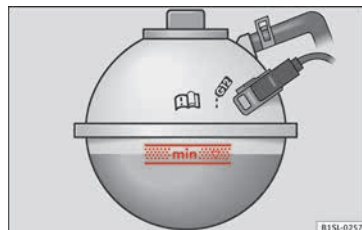

Fig. 245 En el vano motor: Marca en el depósito de expansión del líquido refrigerante.
- Con el motor en frío, verifique el nivel del líquido refrigerante mediante la marca lateral del depósito de expansión » fig. 245.
- El nivel del líquido refrigerante debe encontrarse dentro de las marcas grabadas en el depósito de expansión » fig. 245. **No rebase el borde superior de la zona marcada** » .
- Añada líquido refrigerante sólo hasta el borde superior de la zona marcada » fig. 245. De lo contrario, al subir la temperatura el líquido sobrante, saldrá por presión del sistema de refrigeración causando deterioros.